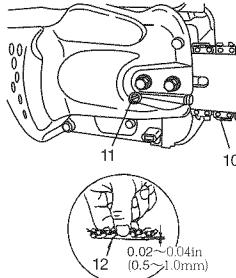

Fig. 5
- Levantar el extremo de la barra y apretar la cadena (10) girando el tornillo de ajuste de tensión (11) en el sentido de las agujas del reloj. Para comprobar la tensión correcta se levantará ligeramente el centro de la cadena, debiendo existir un juego de alrededor de 0.02~0.04in (0.5~1.0mm) entre la barra y el borde del eslabón impulsor (12). (Fig. 5, 6)